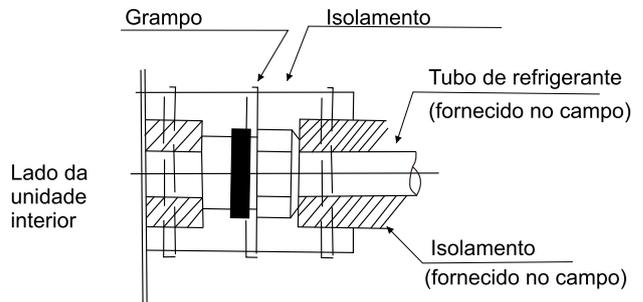

Fig. 4. 3 Procedimento de isolamento da tubagem
- (1) Prepare o tubo de cobre no local.
- (2) Escolha o tubo de cobre limpo sem poeira e umidade. Antes de instalar o tubo, use azoto ou ar seco para soprar a poeira e para a impureza do tubo.
- (3) Escolha o tubo de cobre de acordo com a Fig.4. 1.